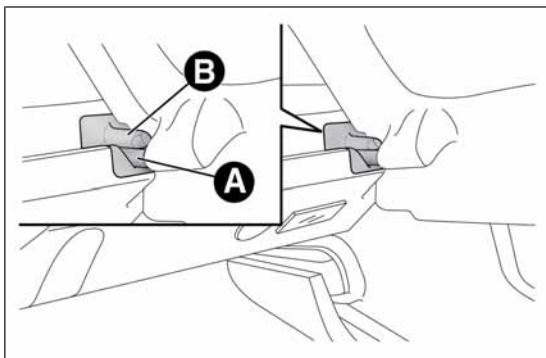

РИС. 65
- освободите штыри **A** РИС. 65 с наружных сторон полки из гнезд **B** в боковых опорах, выньте заднюю полку, потянув ее наружу;